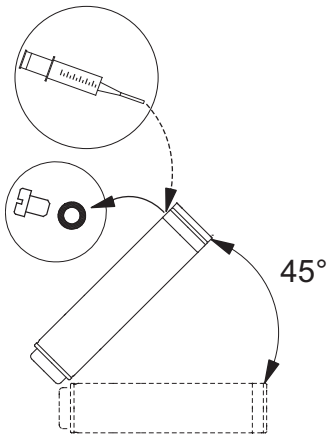

Fig. 3 Posición del motor durante el llenado (MS 6000)
- Si el motor se suministra del stock, compruebe el nivel de líquido de motor antes de montar el motor en la bomba. Consulte la fig. 3.
- Compruebe el nivel en relación con las labores de mantenimiento. Consulte la fig. 3.
1. Sitúe la bomba sumergible como muestra la fig. 3. El tapón de llenado debe estar en el punto más alto del motor.
3. Inyecte el líquido en el motor con la jeringuilla de llenado hasta que el líquido se desborde por el orificio de llenado. Consulte la fig. 3.